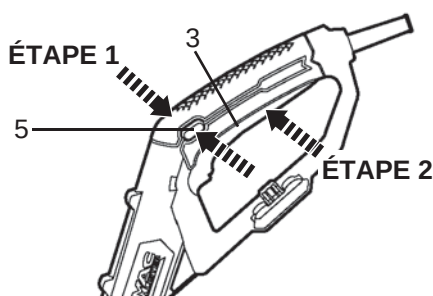

Fig. 13
- > Appuyez sur le bouton marche/arrêt [3] pour allumer l'appareil (Fig. 13).